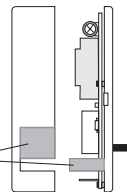

Fig. 5.i
Quitar de la base la parte extraíble para hacer pasar los conductores como indica la fig. 5.i.
- Fijar y tornillos la base en la caja empotrada (o en la pared) utilizando los pares de orificios **A-A, B-B, C-C** (fig. 5.i).